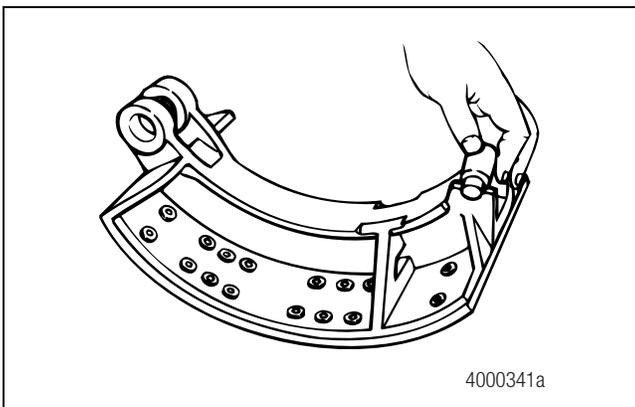

Figure 3.10
4. Utiliser un chasseur en laiton pour retirer l'axe d'ancrage inférieur. Déposer le segment de frein inférieur. Si nécessaire, retirer les galets. Figure 3.10.